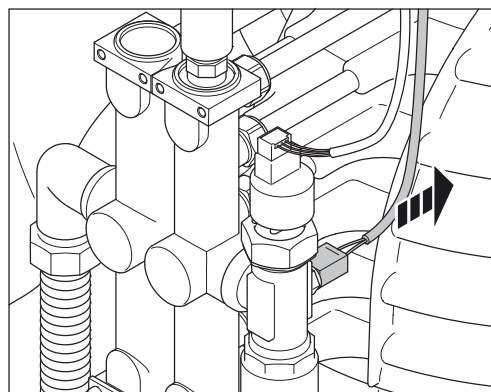

Fig. 6-10 Enlèvement de la broche du capteur de température d'alimentation
2. Retirez la broche sur la sonde de température d'alimentation/de reflux (fig. 6-10).